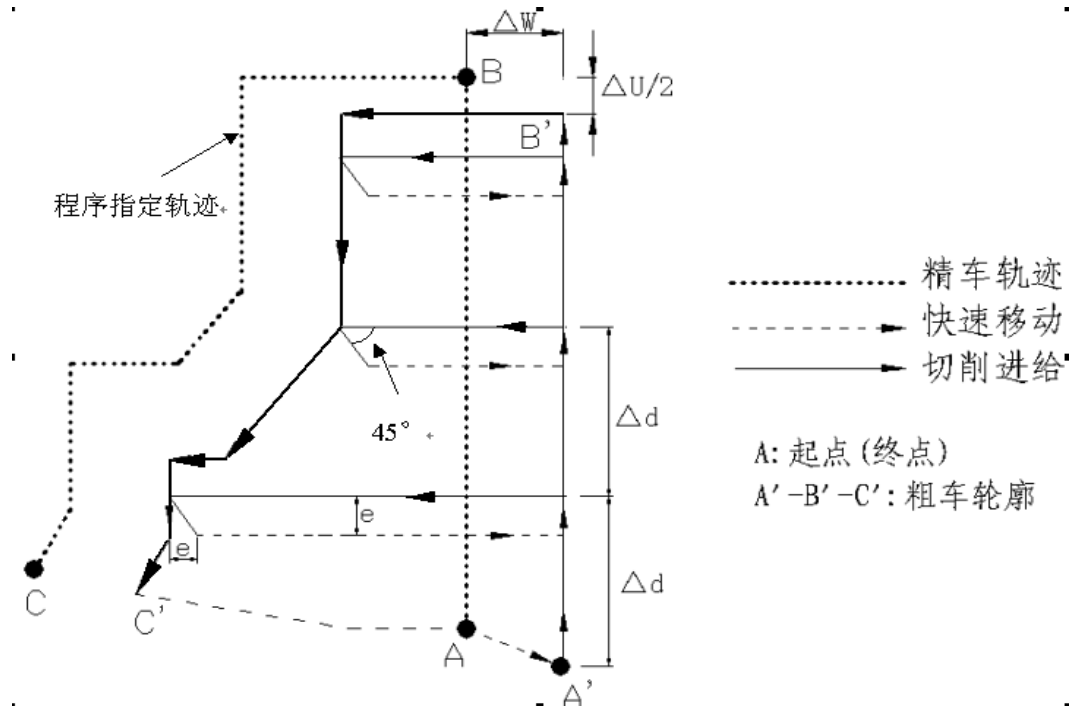

图 3-25 G71 代码循环轨迹
- 1) 代码执行过程：图 3-25。
- ① 从起点 A 点快速移动到 A' 点，X 轴移动 Δu 、Z 轴移动 Δw ；
- ② 从 A' 点 X 轴移动 Δd (进刀)，ns 程序段是 G0 时按快速移动速度进刀，ns 程序段是 G1 时按 G71 的切削进给速度 F 进刀，进刀方向与 A 点→B 点的方向一致；
- ③ Z 轴切削进给到粗车轮廓，进给方向与 B 点→C 点 Z 轴坐标变化一致；
- ④ X 轴、Z 轴按切削进给速度退刀 e (45° 直线)，退刀方向与各轴进刀方向相反；
- ⑤ Z 轴以快速移动速度退回到与 A' 点 Z 轴绝对坐标相同的位置；
- ⑥ 如果 X 轴再次进刀 ($\Delta d+e$) 后，移动的终点仍在 A' 点→B' 点的联机中间 (未达到或超出 B' 点)，X 轴再次进刀 ($\Delta d+e$)，然后执行③；如果 X 轴再次进刀 ($\Delta d+e$) 后，移动的终点到达 B' 点或超出了 A' 点→B' 点的联机，X 轴进刀至 B' 点，然后执行⑦；
- ⑦ 沿粗车轮廓从 B' 点切削进给至 C' 点；
- ⑧ 从 C' 点快速移动到 A 点，G71 循环执行结束，程序跳转到 nf 程序段的下一个程序段执行。